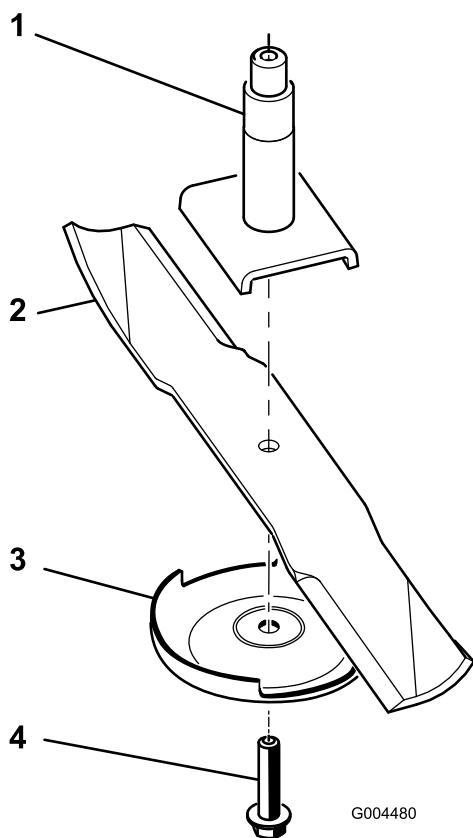

Figura 97
2. Togliete il bullone della lama, la piastra antistrappo e la lama dall'asse del fusello (Figura 97).
Nota: Se la lama rimane in posizione orizzontale, è bilanciata e può essere utilizzata. Se la lama non è bilanciata, limate del metallo soltanto dalla costa (Figura 97). Ripetete la procedura finché la lama non è perfettamente bilanciata.
1. Montate la lama sull'asse del fusello (Figura 97).
2. Montate la piastra antistrappo e il bullone della lama (Figura 97).